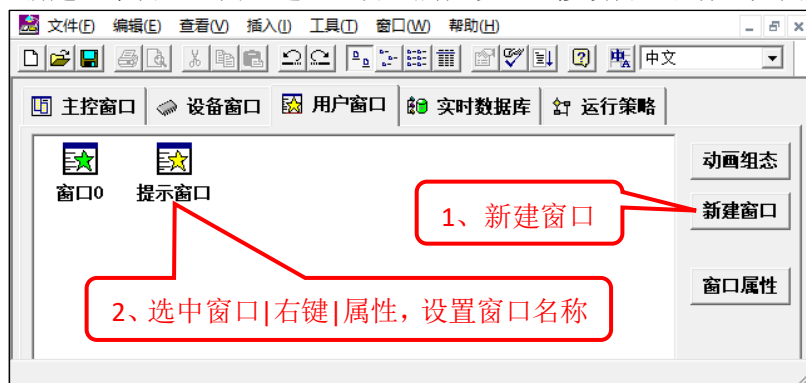
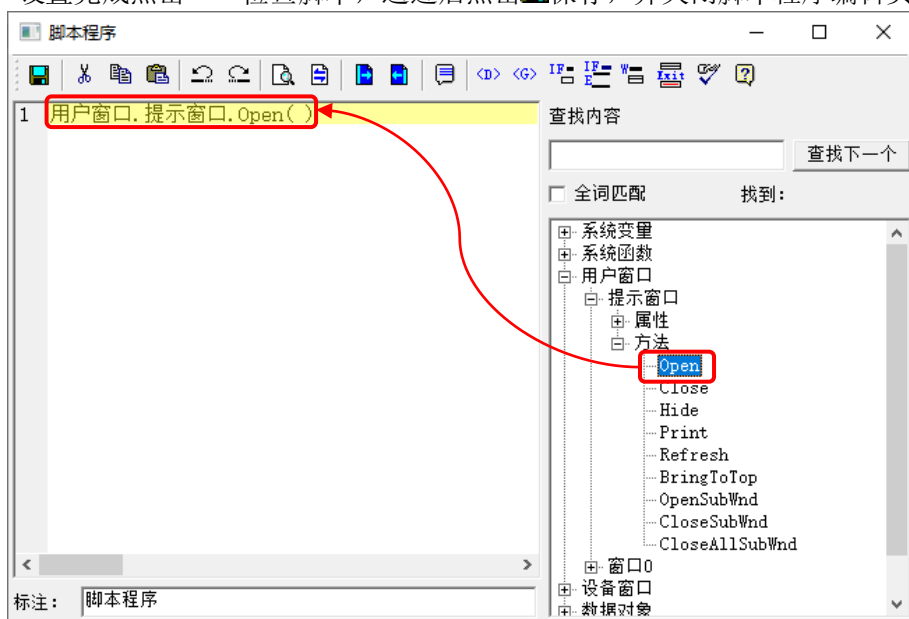

图 2.5-2 新建用户窗口
图 2.5-6 添加打开窗口脚本
- ② 在【用户窗口】新建 2 个窗口画面，进入“窗口属性设置”修改窗口名称，如图 2.5-2 所示：
⑦ 双击新增策略行中的脚本程序图标 ，如图 2.5-6，在脚本程序编辑页面右侧对象树，依次展开【用户窗口】→【提示窗口】(图 2.5-2 新建的用户窗口)→【方法】，双击“open”，将其添加到脚
- ⑧ 回到工作台用户窗口模块，双击  提示窗口 进入其组态画面。进行以下操作：
- B、按照需要添加一个标准按钮构件，按照需要修改构件显示文本。双击标准按钮构件 → 【脚本程序】 → 【抬起脚本】，添加关闭【提示窗口】脚本“用户窗口.提示窗口.Close()”，添加方法参考图 2.5-6；